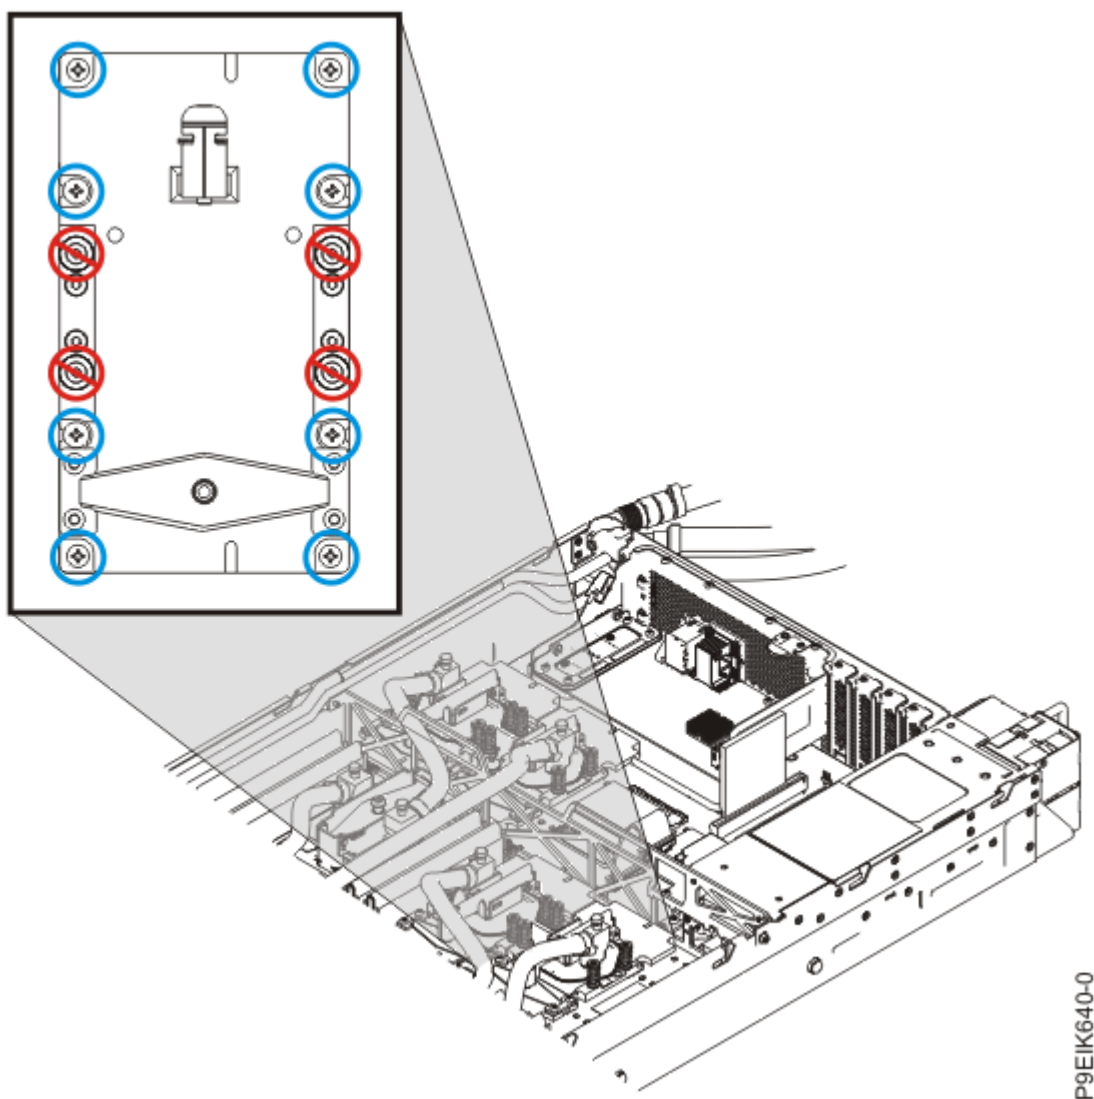

Figura 86. Extracción de ocho tornillos por cada GPU; no afloje los cuatro tornillos accionados por resorte
5. Para la GPU que está extrayendo, quite los ocho tornillos como se muestra en la Figura 86 en la página 96.